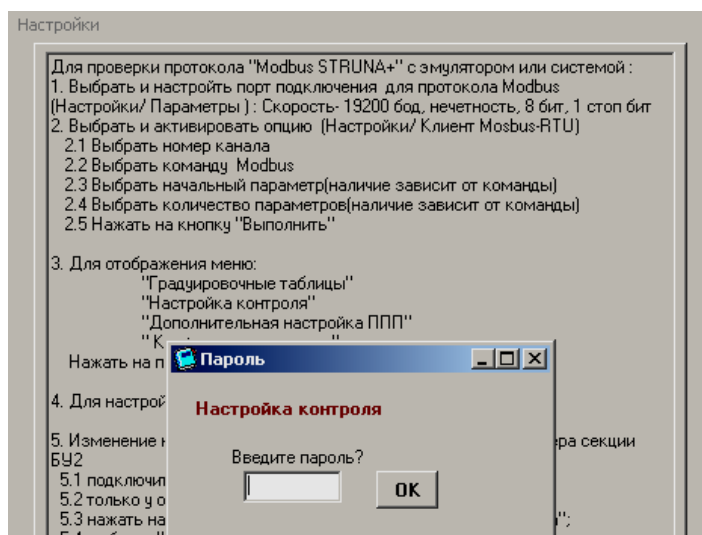

Рисунок 6.2
6.3 Ввести системный пароль (рисунок 6.2) для входа в форму конфигурации каналов. Первичный системный пароль – 11907 (смена пароля выполняется с БИ1 или в формах настройки контроля).